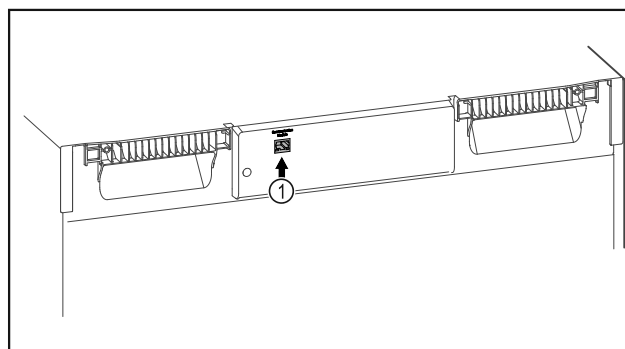

Fig. 88
- SmartModule Fig. 88 (1) je nasadený.